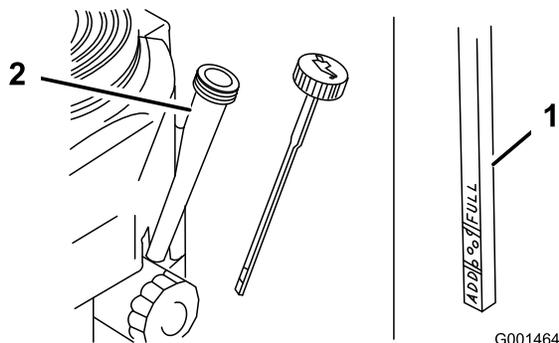

Figura 22
4. Pulite attorno all'asta di livello (Figura 22) in modo che la morchia non possa penetrare nel foro di rifornimento e danneggiare il motore.
5. Svitare l'asta di livello dell'olio e pulitene l'estremità (Figura 22).
6. Inserite a fondo l'asta di livello nel tubo di rifornimento, senza avvitare (Figura 22).
8. Versate lentamente nel tubo di rifornimento (Figura 22) l'80% circa dell'olio indicato.